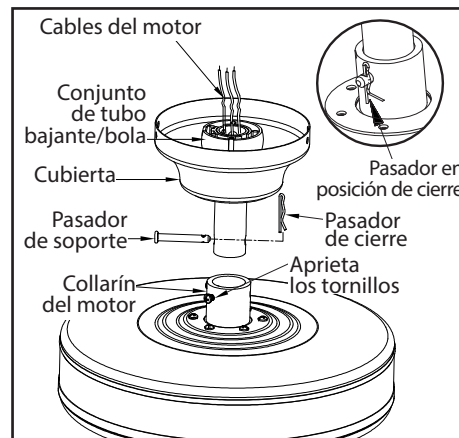

Figura 6
5. Asegúrate de que las ranuras queden en la parte superior. Inserta los cables a través de la cubierta y enseguida a través del conjunto del tubo bajante y esfera. (Figura 6)
7. Alinea los orificios en la parte inferior del tubo bajante con aquellos del collarín en la parte superior de la carcasa de motor. (Figura 6) Inserta con cuidado el pasador de soporte a través de los orificios del collarín y del tubo bajante. Ten cuidado de no apretar contra el cableado dentro del tubo bajante. Inserta el pasador de cierre en el orificio cercano al extremo del perno hasta que encaje en su posición, como se muestra en el círculo de la Figura 6.
Este ventilador se envía de fábrica con el interruptor de reversa en posición de circular el aire hacia abajo. Si deseas flujo de aire en sentido contrario, apaga el ventilador y espera a que las aspas se detengan. Enseguida desliza el interruptor de reversa (ubicado sobre la carcasa del interruptor: consulta la figura 6 en la página 4) a la posición opuesta y vuelve a encender el ventilador. Las aspas del ventilador girarán en sentido contrario e invertirán el flujo del aire.